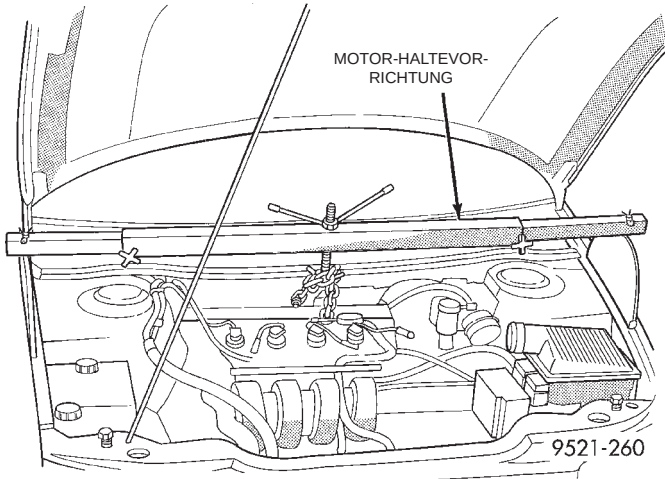

Abb. 45 Motor-Haltevorrichtung—Typisch
(8) Motor-Haltevorrichtung montieren und Motor an der Vorrichtung aufhängen (Abb. 45).